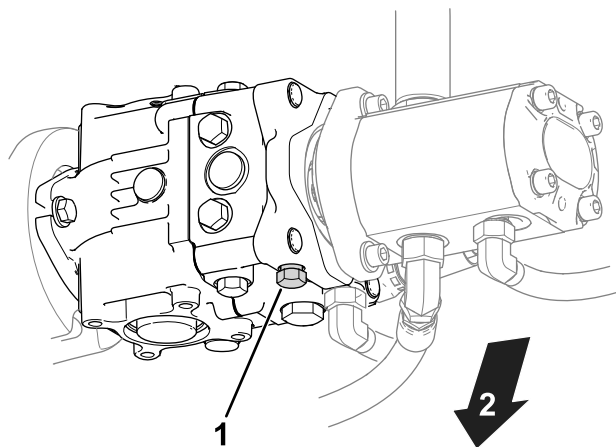

図 31
1. 油圧ポンプについているバイパスバルブを探し出す 図 31。